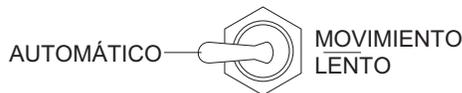

Figura 20. Interruptor de control de la carrera del cilindro (automático)
2. Ponga el **interruptor de control de carrera del cilindro** en la posición **AUTOMÁTICA** (Figura 20).